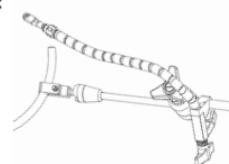

Figura 20
- Afrogue a pinça usando o pequeno botão roxo do **Braço flexível** (como UL-0106). Posicione as mandíbulas em torno dos segmentos de qualquer **Braço articulado** (UL-0110). Aperte o pequeno botão roxo para fixar o **Braço flexível** ao **Braço articulado**. (Figura 20)